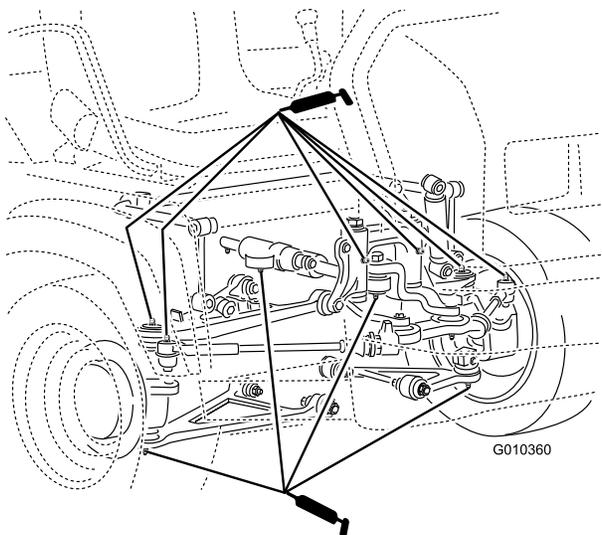

Figura 39
- Rótulas (4), barras de ligação (2), montagens articuladas (2) e cilindro de direção (2) como se mostra na Figura 39